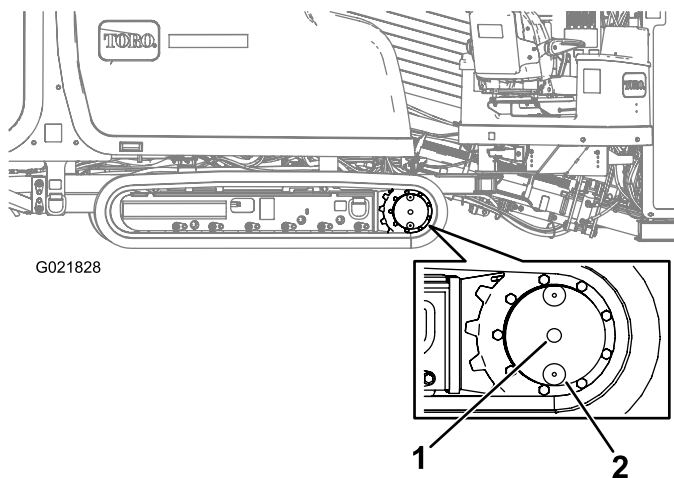

Figure 95
2. Nettoyez la surface autour du bouchon de contrôle du niveau d'huile avec un solvant de nettoyage (Figure 95).
3. Faites tourner le train planétaire jusqu'à ce que les bouchons de contrôle de niveau et de vidange d'huile soient à la verticale par rapport au sol (à la position 6 heures), comme montré à la Figure 95.
4. Enlevez le bouchon de contrôle du niveau d'huile (Figure 95).
2. Nettoyez la surface autour du bouchon de contrôle de niveau d'huile (Figure 95).
3. Faites tourner le train planétaire jusqu'à ce que le bouchon de vidange d'huile se trouve juste sous le bouchon de contrôle de niveau d'huile (Figure 95).